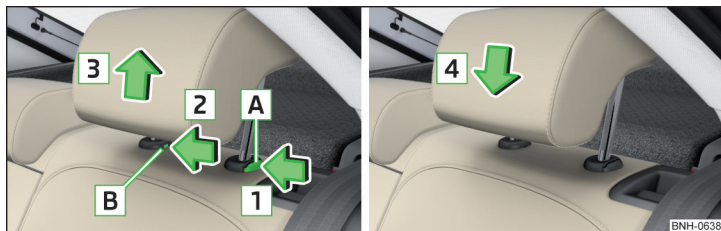

Abb. 74 Kopfstütze hinten herausnehmen/einsetzen
- › Zum **Herausnehmen** die Sicherungstaste **A** in Pfeilrichtung **1** halten, gleichzeitig mit einem Schlitzschraubendreher (mit einer Breite von max. 5 mm) die Sicherungstaste in der Öffnung **B** in Pfeilrichtung **2** drücken und die Stütze in Pfeilrichtung **3** herausnehmen » Abb. 74.